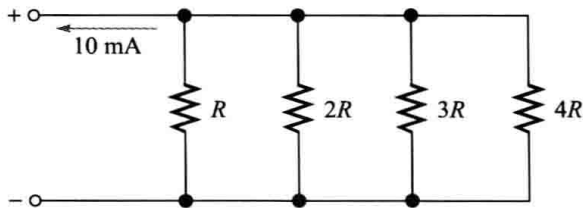

图 5-65 习题 33 图
33. 试问流过图 5-65 中各个电阻器的电流是多少？ R 是最小阻值的电阻器，其他电阻器的倍数值如图中所示。